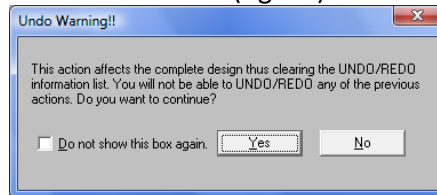

Fig. 16
- Se dă clic pe **Yes** în fereastra de avertizare (fig. 16).
- Se dă clic pe **Yes** în fereastra de avertizare (fig. 16);